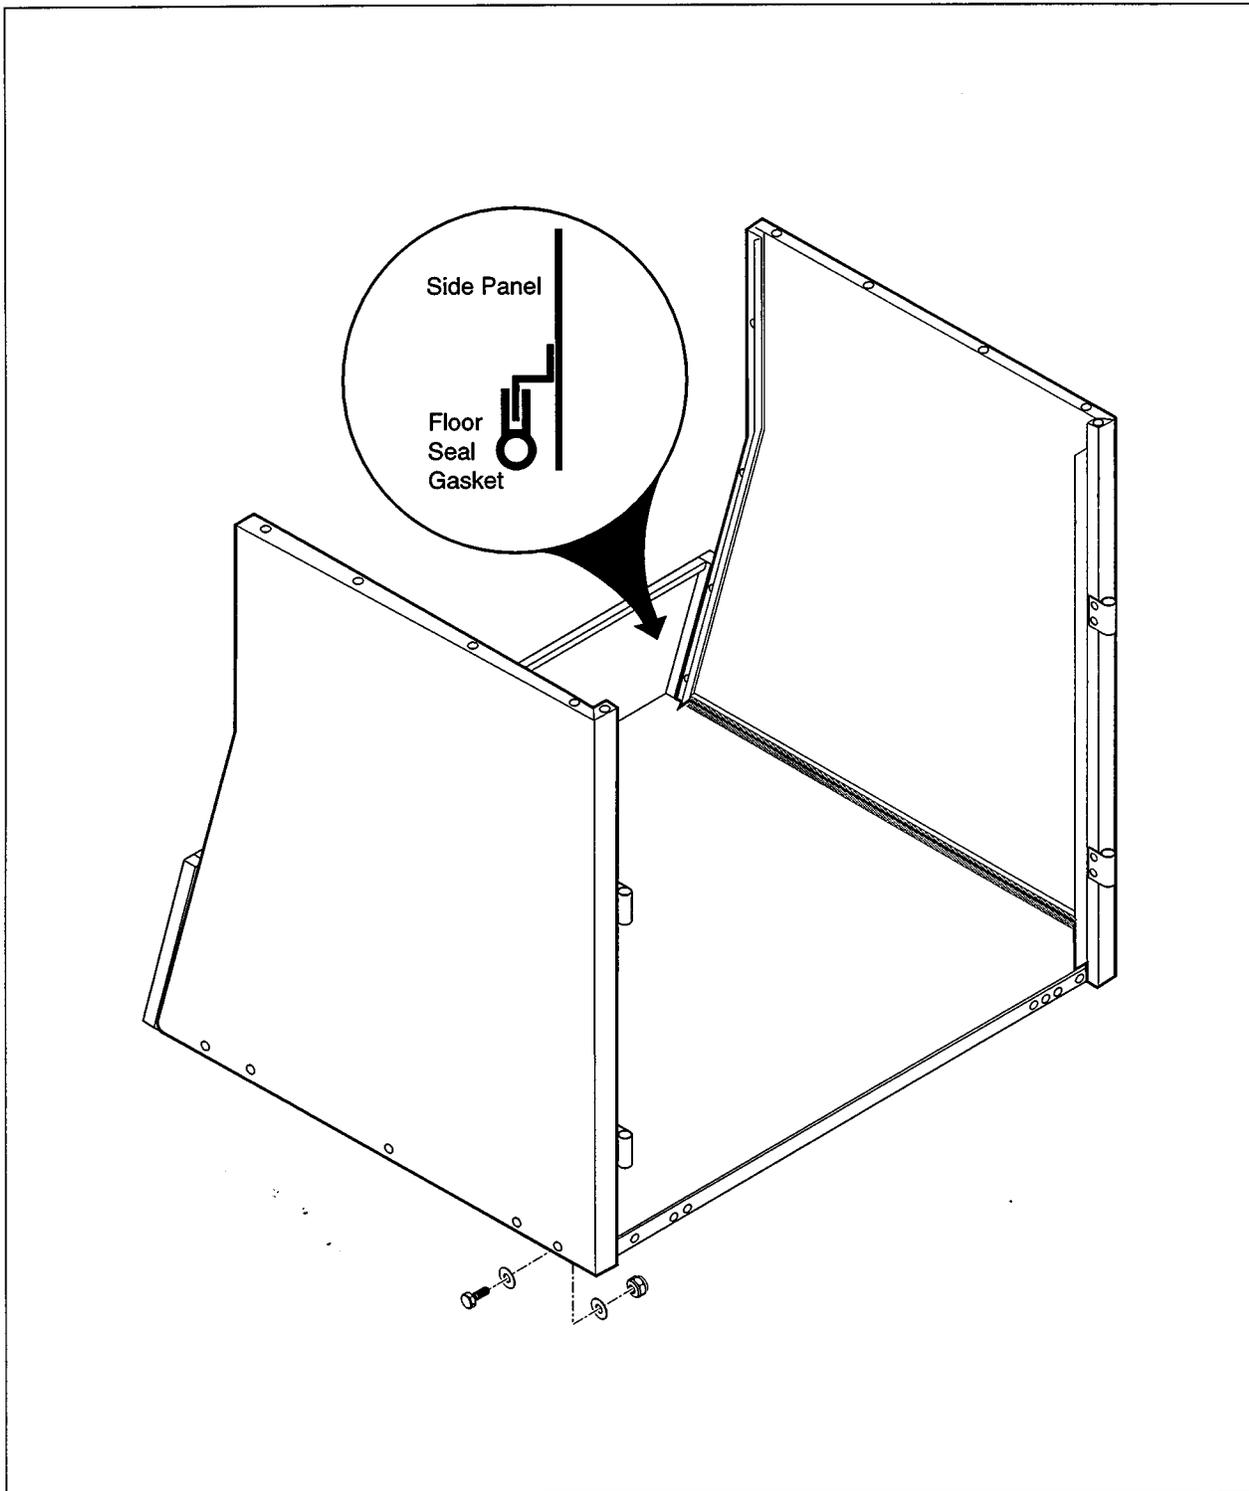
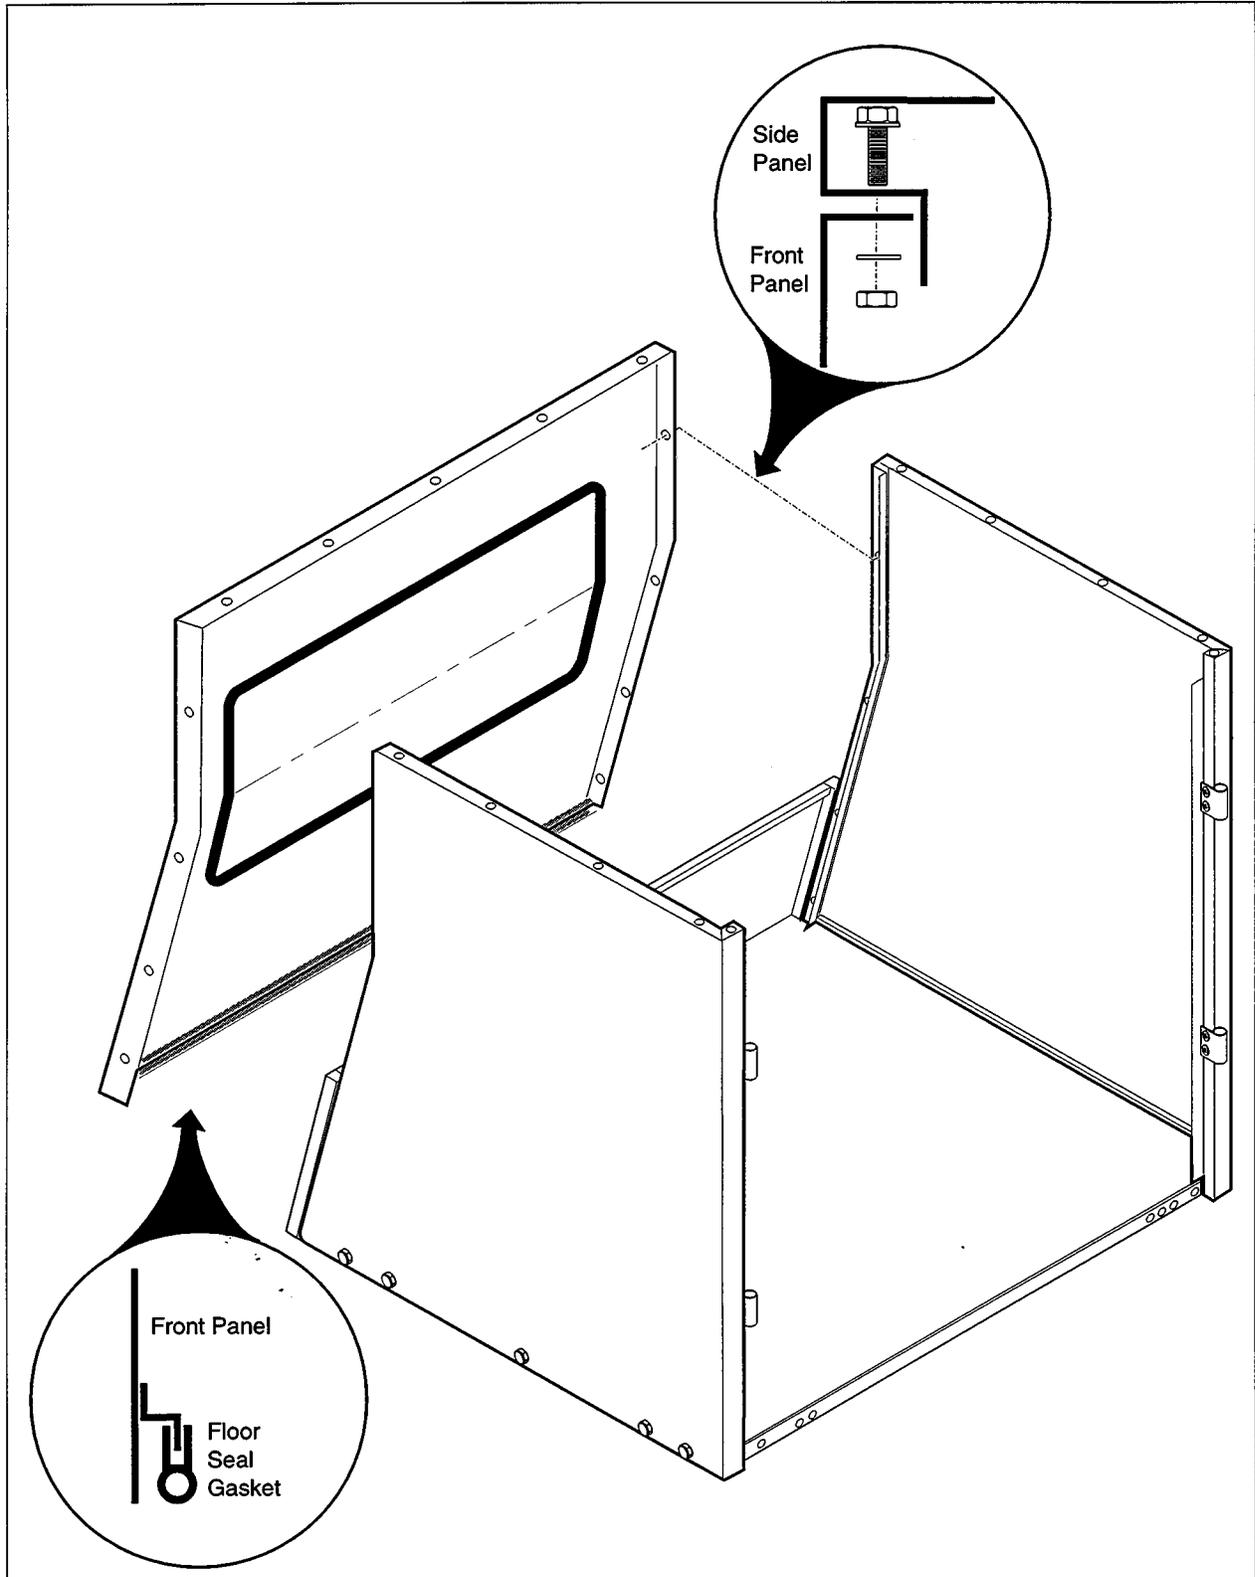
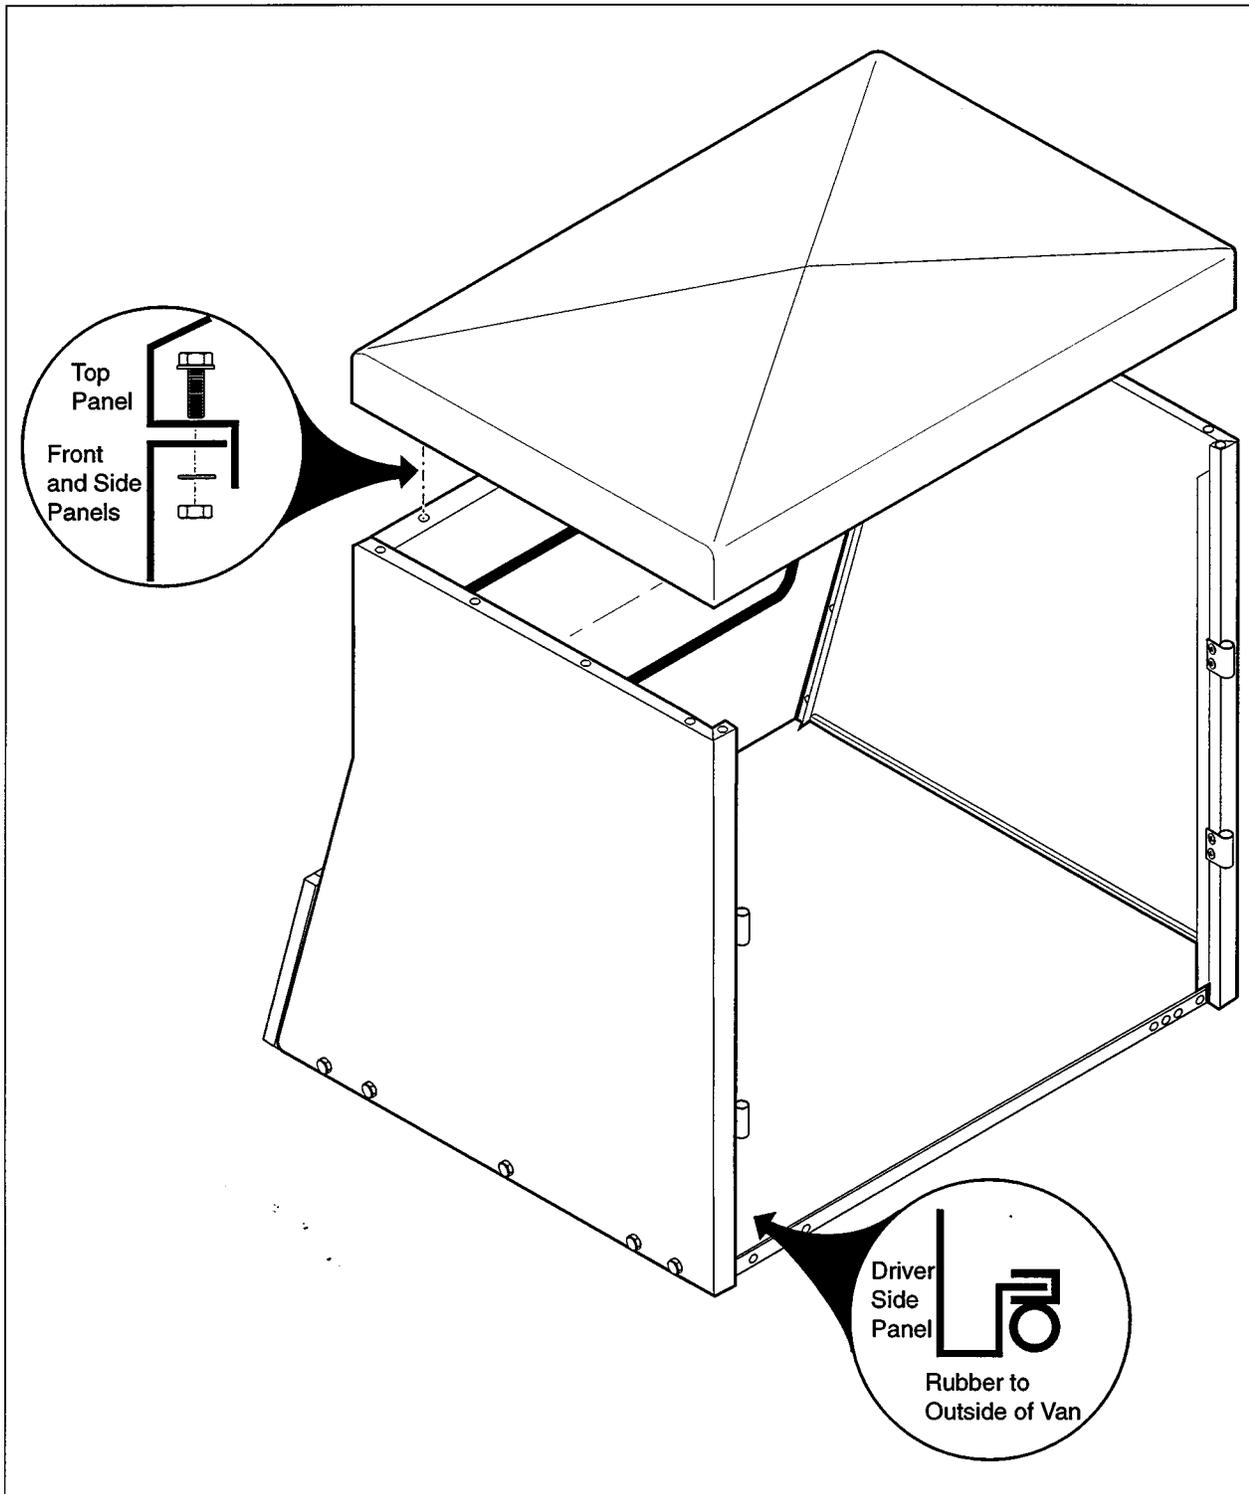
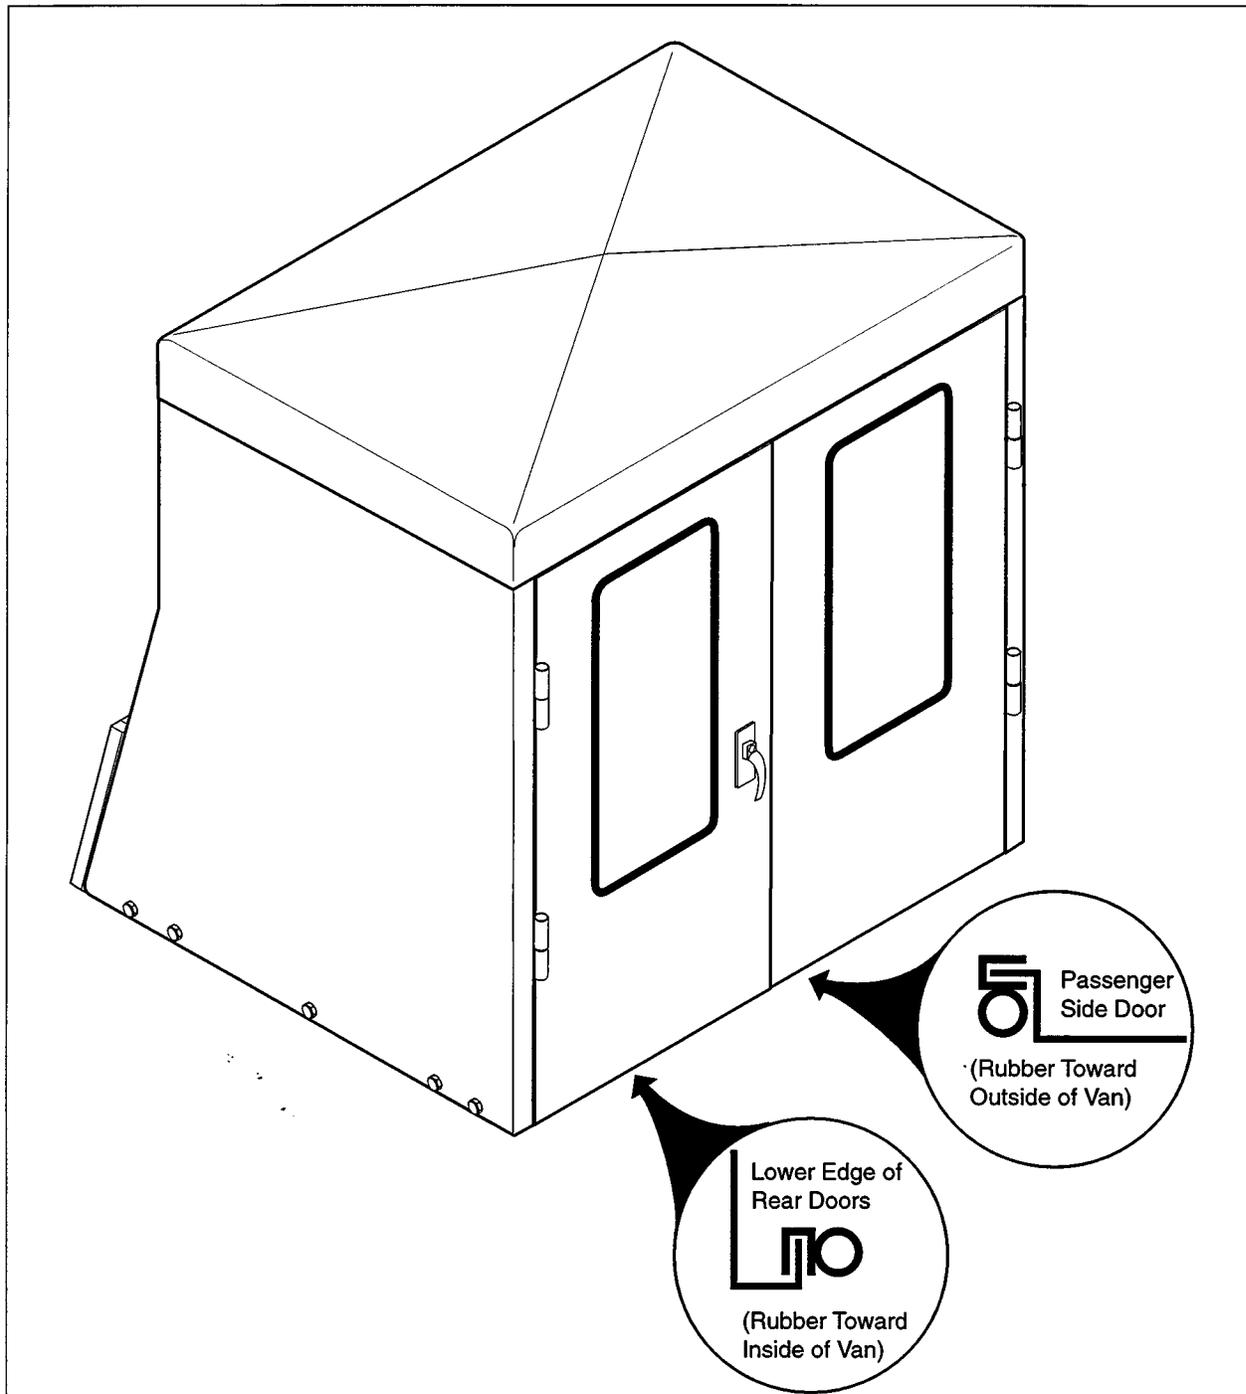

Fig. 2
Fig. 3
Fig. 4
Fig. 5
B. Assemble Van Box on Flat Bed (See Fig. 2, Fig. 3, Fig. 4 & Fig. 5)